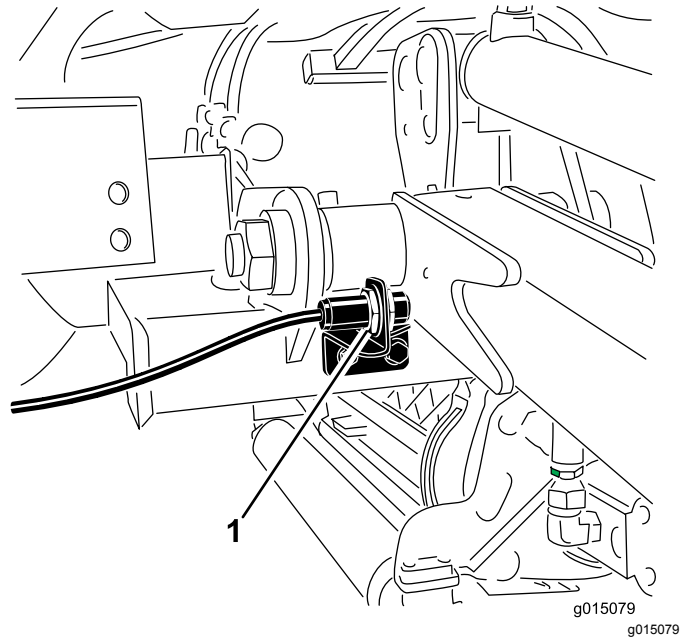

Figura 35
2. L'interruttore del braccio di sollevamento è situato dietro il braccio di sollevamento anteriore destro (Figura 35).
3. Allentate le viti di attacco dell'interruttore (Figura 35) e alzate l'interruttore per aumentare l'altezza d'inversione del braccio di sollevamento o abbassate l'interruttore per ridurla.